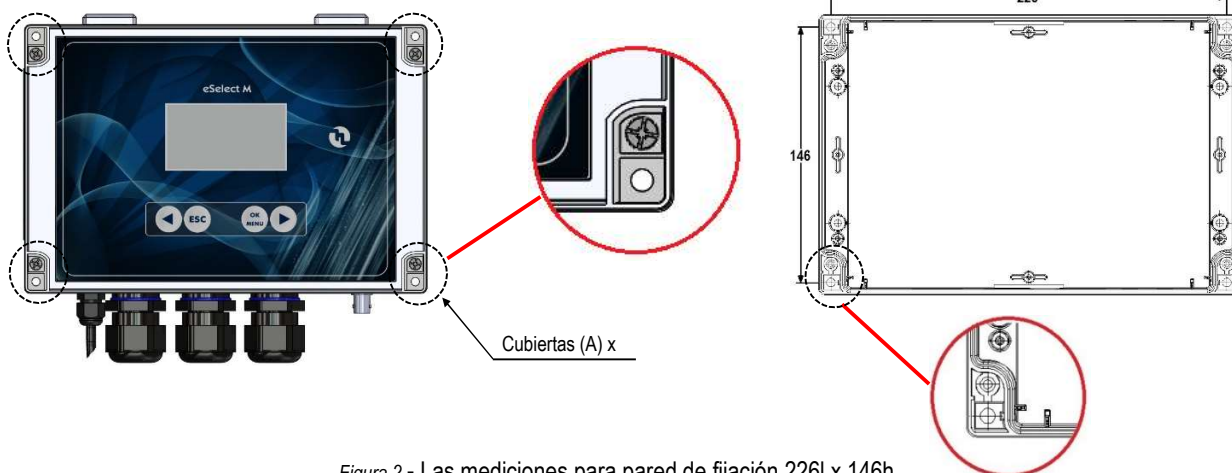

Figura 2 - Las mediciones para pared de fijación 226l x 146h
Los tapones de montaje en pared se suministran con el dispositivo. Siempre use un enchufe adecuado para el apoyo disponible. La disposición de los agujeros a perforar en se muestra el soporte de la figura 2.
Para acceder a los orificios de instalación 4, retire las cubiertas de los puntos de instalación (A) que se encuentra en cada esquina del instrumento, utilice un destornillador Phillips para aflojar los cuatro tornillos debajo de las cubiertas, a continuación, abra el panel frontal (véase la figura 2).